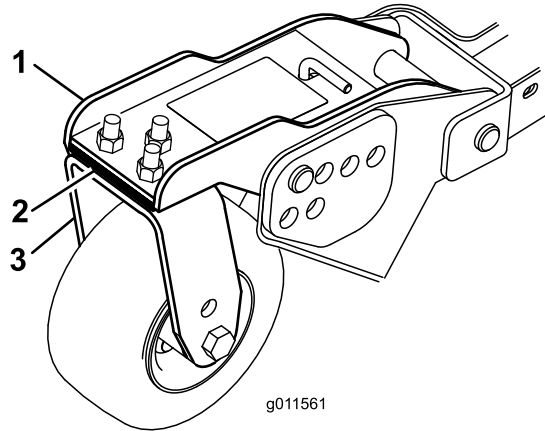

図 124
1. キャスタアームをキャストフォークに固定しているキャップスクリューとナットを外す 図 124。